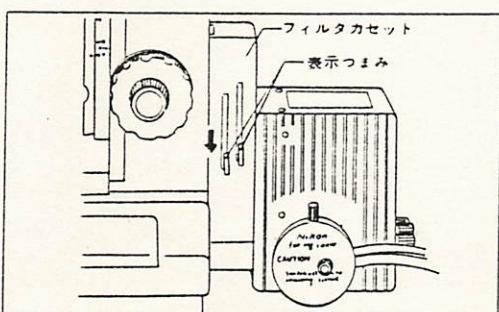

図30
- 使用するフィルタのつまみを制限まで押し下げ、フィルタを光路に入れます。フィルタを光路から外すときは、つまみを制限まで押し上げます。(図30)